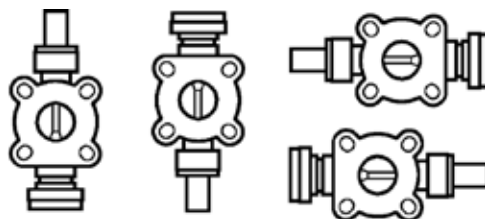

Figura 3
4.2.1 Instalación de la válvula de toma de muestras con jeringas de émbolo (Figura 3)